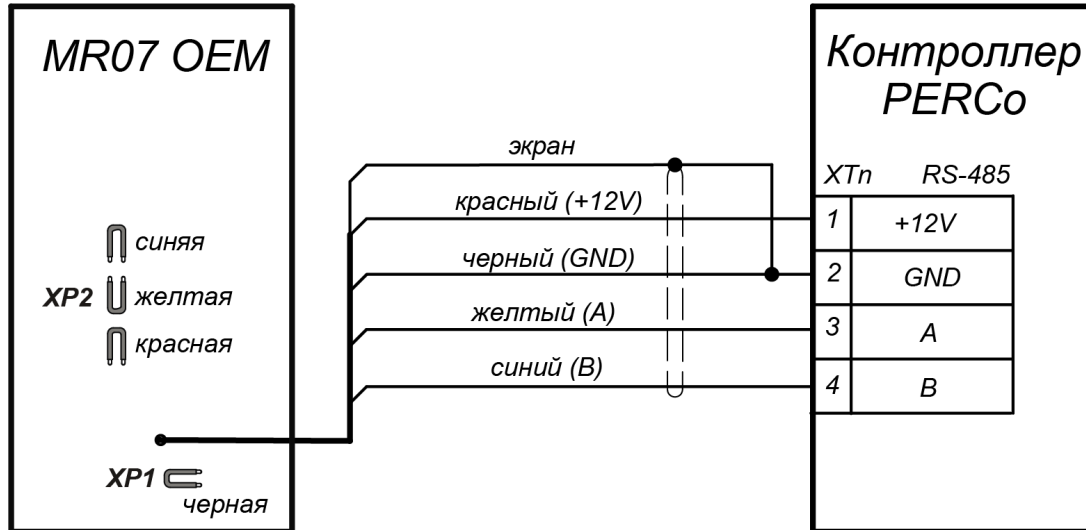

Рисунок 1. Схема подключения считывателя к контроллеру PERCo
Кабель для подключения считывателя выведен с его тыльной стороны. Кроме того, на тыльной стороне считывателя расположены четыре переключки проводом (см. рис.1):
В считывателе предусмотрена звуковая индикация для отражения событий и состояний как собственно считывателя, так и контроллера СКУД. Управление звуковой индикацией считывателя контроллер СКУД осуществляет при помощи команд по интерфейсу RS-485 (схему подключения см. на рис. 1).
3. При помощи трех перемычек **XP2** (см. рис. 1) установите номер считывателя, для чего в соответствии с табл. 2 необходимые перемычки перекусите кусачками. Разрезанные перемычки не должны контактировать с другими перемычками.
4. С целью предотвращения искажений сигнала на концах линии связи **RS-485** должны быть установлены концевые резисторы. В считывателе **PERCo-MR07 OEM** такой резистор предусмотрен конструктивно. Если устанавливаемый считыватель не является конечным устройством на линии связи, то на нем необходимо отключить концевой резистор, для чего перекусите перемычку **XP1** (см. рис. 1). Проверьте наличие концевых резисторов на реальных концах линии связи интерфейса **RS-485**.
6. Проложите кабель, закрепите его и подключите к контроллеру СКУД (схему подключения смотри на рис. 1 и в руководстве по эксплуатации на соответствующий контроллер). Удлинение соединительного кабеля считывателя производится в соответствии с требованиями разд. 6.2, при этом сигнальные линии А и В интерфейса **RS-485** должны идти в одной витой паре (по симметричному каналу).